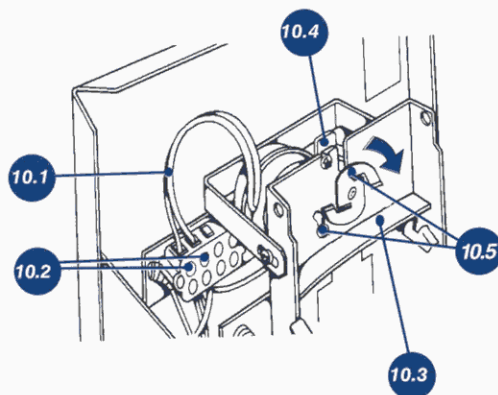

FIGURE 10
2. Remove type section from main frame (see "How to Change A Type Section"). Figure 10 shows a close-up of Camblock terminal in A 4000 Series time recorder.
2. Enlevez la section imprimante du châssis principal (voir "Changement de la section imprimante"). La Figure 10 montre une vue rapprochée du bornier à cames pour un enregistreur de temps série 4000.
2. Typenabschnitt herausnehmen (s. "Typenabschnitt Auswechseln"). Abb. 10 zeigt den Camblock eines Geräts der 4000er Serie.